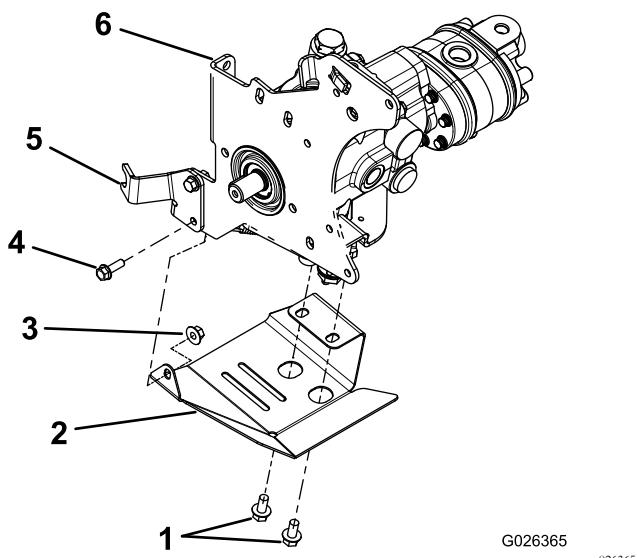

Figura 2
1. Retire o parafuso e a porca que prendem a extremidade inferior do suporte de apoio do cabo para a placa da bomba (Figura 2). Deite fora o parafuso, mas guarde a porca.
2. Retire e guarde os (2) parafusos que prendem o suporte neutro à parte inferior do resguardo Hydro (Figura 2).
3. Instale, sem apertar, o novo resguardo Hydro e o suporte neutro na parte inferior do resguardo Hydro com os (2) parafusos removidos no passo anterior. Não aperte os parafusos nesta altura (Figura 2).
4. Instale, sem apertar, o suporte de apoio do cabo na placa da bomba com o novo parafuso (fornecido no kit) e com porca previamente removida (Figura 2).